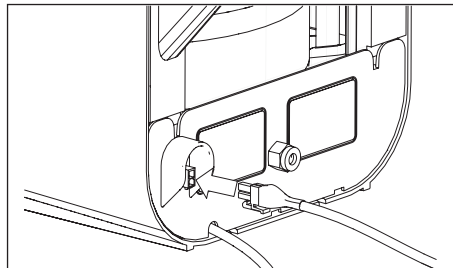

Abb. 7.4 Kabel am Verbindungsstecker des Boilers anschließen
9. Schließen Sie das aus dem HotSpot Titanium 3-in-1-Wasserhahn austretende Kabel an den Verbindungsstecker auf der Rückseite des Boilers an (Haken nach unten) (siehe Abb. 7.4).